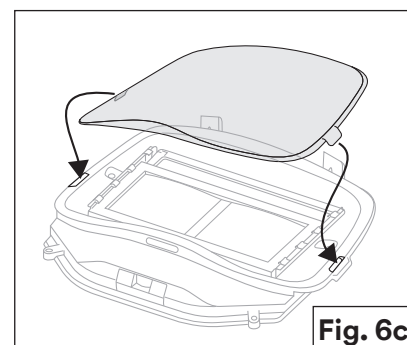

Fig. 6c
- c. Vuelva a colocar la placa de protección exterior del ADF para mantener el conjunto de lentes en su lugar (Fig. 6c) y vuelva a colocar el ADF en el protector de soldadura exterior (consulte las Instrucciones de uso *casco para soldar para trabajo pesado G5TW Speedglas™ de 3M™ y casco para soldar G5-03 Pro Air Inspección y mantenimiento*, n.º 5d Filtro de soldadura).